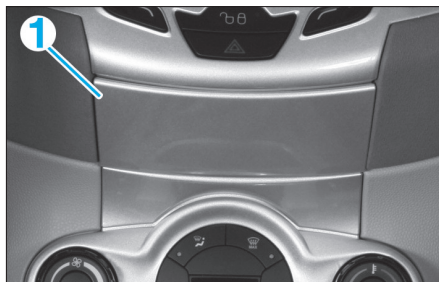

Fig. 27
- Déposer le volet (1) (Fig.27).